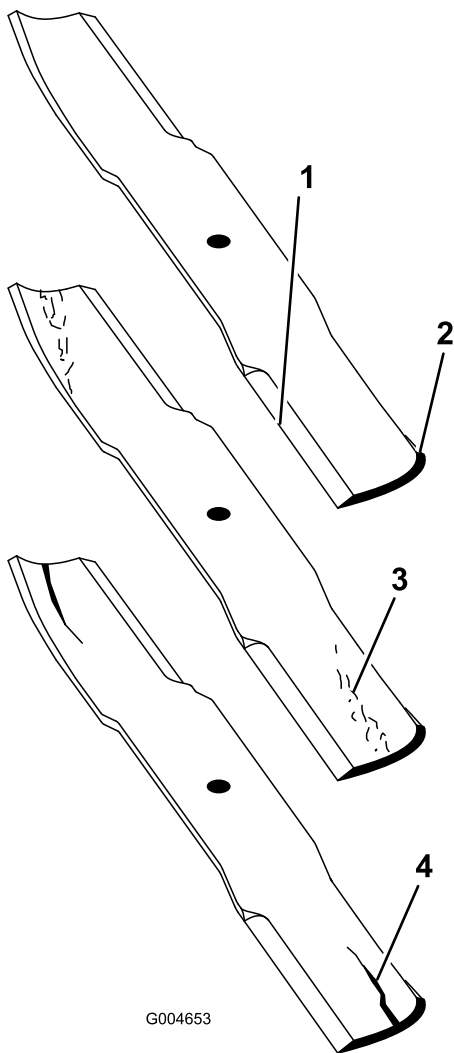

図 73
1. 刃先の部分を点検する(図 73)。刃先部分が鋭利でなかったり、打ち傷がある場合には、ブレードを外して研磨する。「ブレードの研磨」を参照。
2. ブレードを点検、特に湾曲部(図 73)をていねいに点検する。破損、磨耗、割れの発生などがあれば(図 73)、直ちに新しいブレードに交換する。